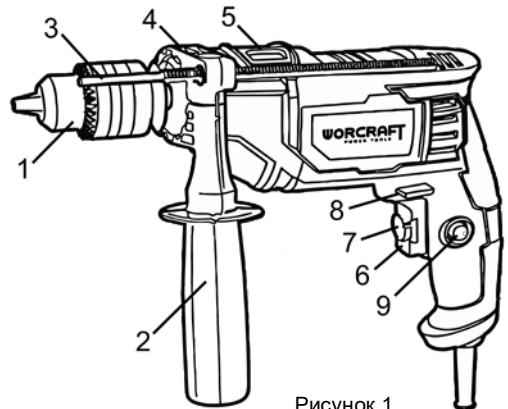

Рисунок 1
4.2 Виберіть необхідний режим роботи виробу за допомогою перемикача (5) (див. рисунок 1). Перемикання режимів роботи виробу здійснюється переведенням перемикача (5) (див. мал. 1) з одного крайнього положення в інше в сторону відповідного символу режиму роботи:
- ударно-обертальний – перемикач (5) повинен бути переведеним до упору у бік символу **T**;
- обертальний – перемикач (5) повинен бути переведеним до упору у бік символу **I**.